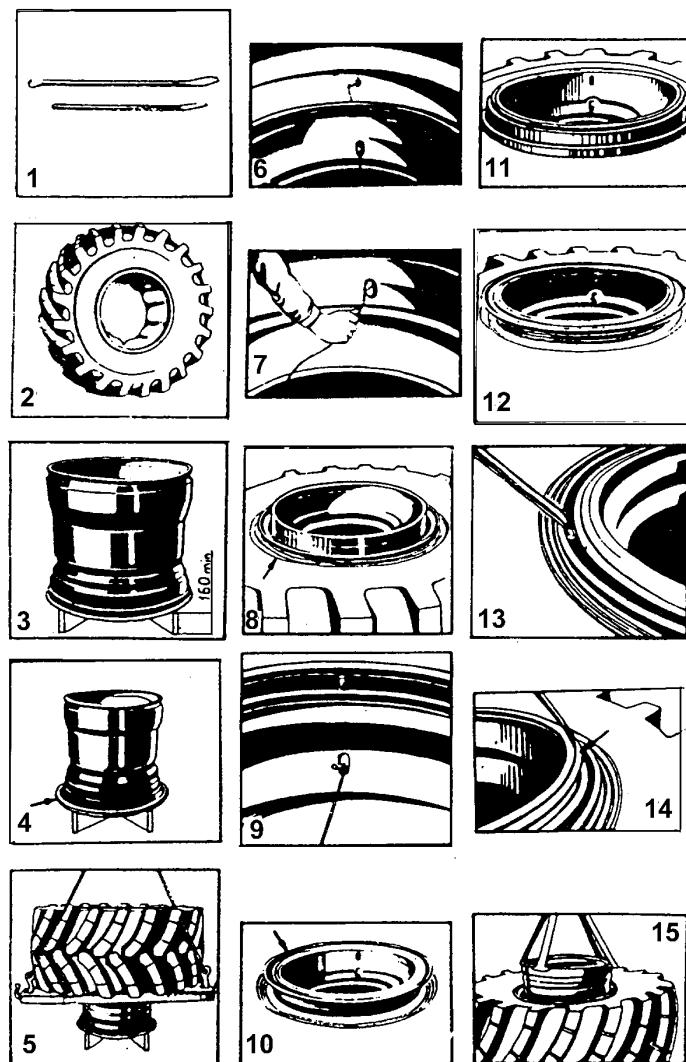

Рис. 24. Монтаж-демонтаж шины
2. Операции монтажа-демонтажа выполняются с помощью двух монтажных лопаток, прикладываемых в ЗИП (рис.24, поз.1).
3. Подъем шины и колеса при монтаже-демонтаже осуществляется лицом, допущенным к управлению грузоподъемным механизмом с помощью грузозахватных приспособлений (типа показанных на рис. 24, поз.5).
Последовательность операций по монтажу-демонтажу шины производите в соответствии с рис. 24 поз. 1...15.
1. Внутреннюю поверхность покрышки посыпьте тальком, вложите в покрышку камеру и подуйте ее настолько, чтобы она приняла естественную (рабочую) форму (рис. 24, поз. 2), при этом необходимо учитывать направленность рисунка и место установки колеса на
2. Установите обод на крестовину (рис. 24, поз. 3) и наденьте на него бортовое кольцо (рис. 24, поз.4), при этом бортовое кольцо наружными кромками не должно упираться в крестовину.
3. Наденьте шину на обод (рис. 24, поз.5), при этом целесообразно введение вентиля камеры в вентиляльное отверстие обода производить с помощью проволоки или тросика, предварительно закрепленных на вентиле (рис. 24, поз.6, 7).
4. Установите второе бортовое кольцо (рис. 24, поз.8).
5. Совместив ограничитель посадочного съемного кольца с пазом под ограничитель на ободе (рис. 24, поз.9), наденьте посадочное съемное кольцо на обод (рис. 24, поз.10).
6. Установите замочное кольцо на обод (рис. 24, поз.11).
7. Во избежание самодемонтажа перед накачиванием необходимо бортовым кольцом надежно замкнуть посадочное съемное кольцо и замочное кольцо на ободе, при этом стыки разрезных частей колец должны быть в диаметрально противоположном положении (рис. 24, поз.12). Соблюдая меры предосторожности, накачайте шину до давления не более 0,05-0,06 МПа (0,5-0,6 кгс/см²) и убедитесь в том, что шина по всей длине окружности зашла за
2. Осадите борт шины с посадочной полки путем введения крючкообразного конца одной монтажной лопатки и плоского конца другой между бортовым и посадочно-съемным кольцами и отжатия противоположных концов лопаток вниз. Осаживание производится обходом по кругу, начиная с места расположения демонтажного паза на посадочном съемном кольце (рис. 24, поз.13).
3. Постукиванием по буртику посадочного съемного колеса осадите последнее с буртика замочного кольца, затем введите плоский конец одной из монтажных лопаток в демонтажный паз замочного кольца и, отжимая противоположный конец лопатки к центру колеса, выведите конец замочного кольца из зацепления с ободом (рис. 24, поз.14).
9. Извлеките обод из шины (рис. 24, поз.15).